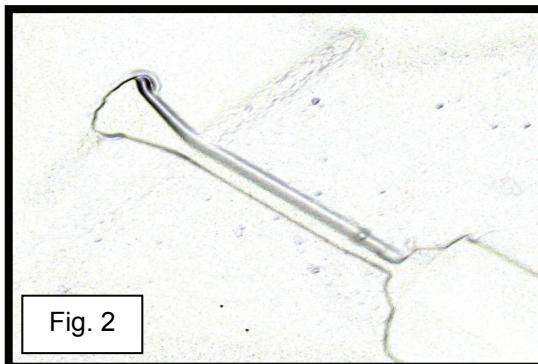

Fig. 2
- 2) Plaats het boortje in het boorpunt en boor een gat voor de rubberring (zie fig. 2). Nadat u dit hebt gedaan voor de eerste vergaarbak, herhaalt u hetzelfde voor de andere vergaarbak die u aan de eerste wilt vastmaken.